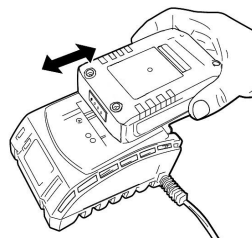

fig. 7
2. Connectez la batterie au chargeur (fig. 7).